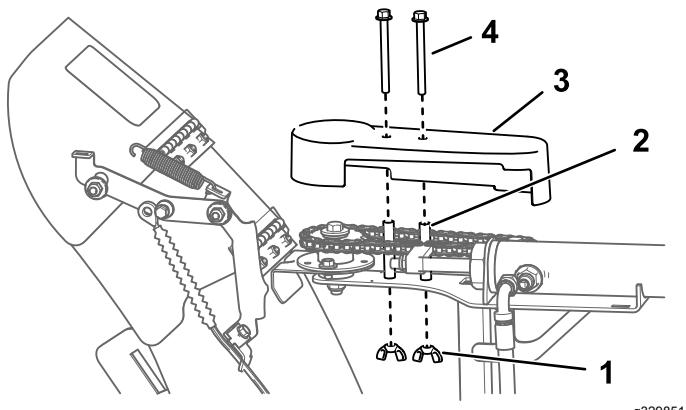

Figure 35
- Posez le couvercle comme montré à la Figure 35.